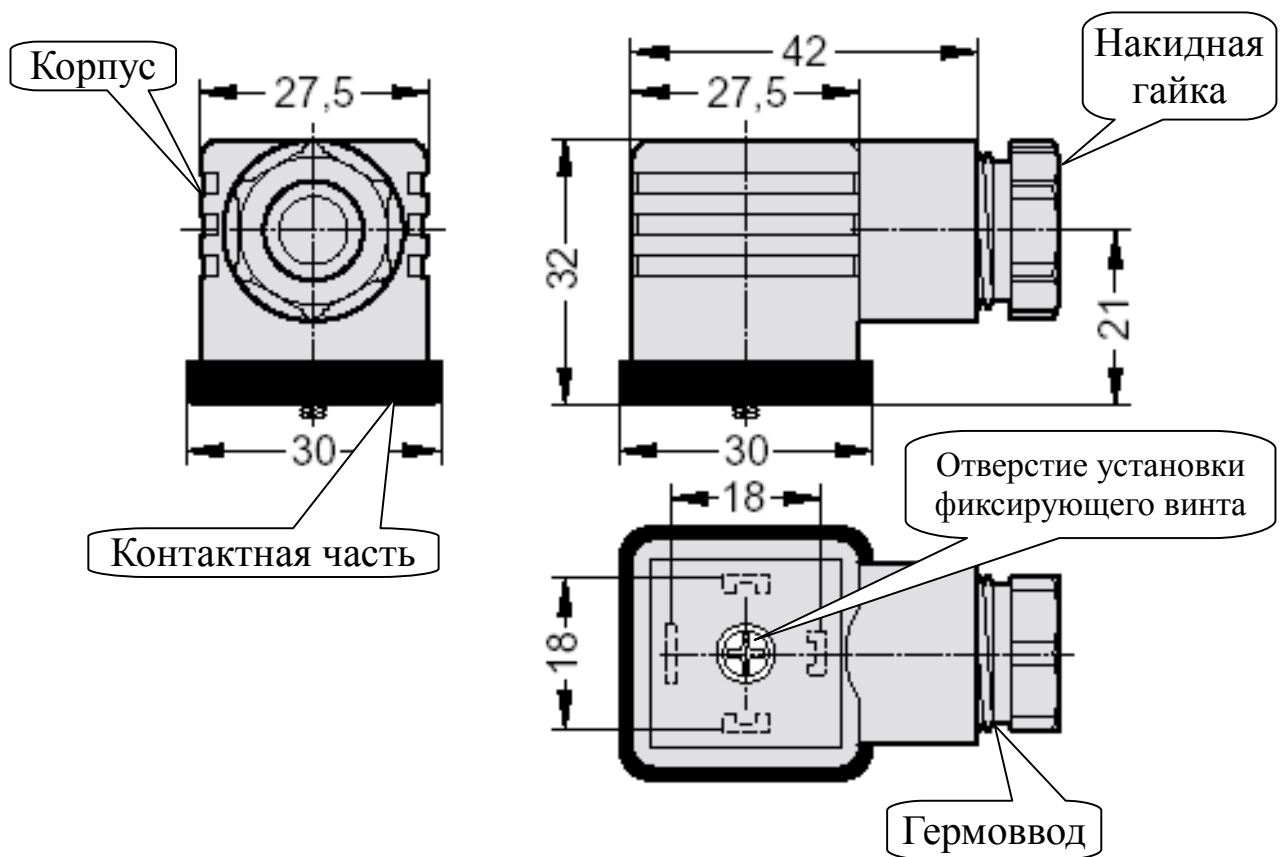
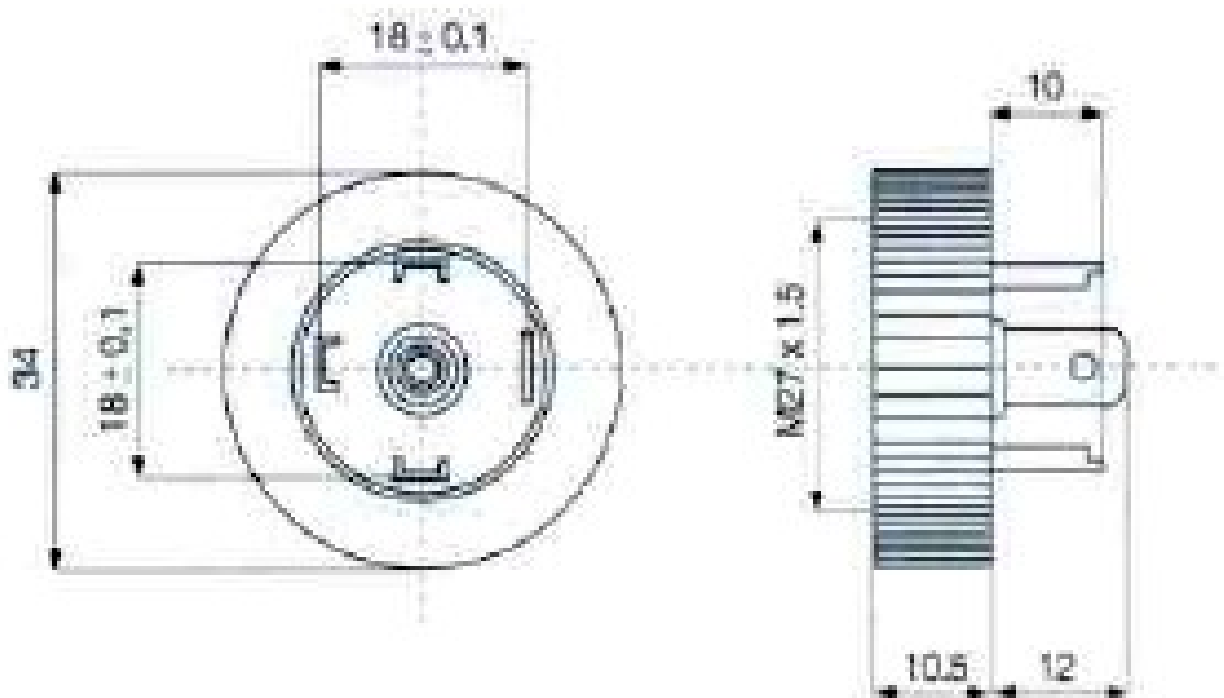

Рисунок 3 - Герморазъём DIN 43650, форма А
Рисунок 4 - База для герморазъёма DIN 43650, форма А круглая
- Отвернуть и вынуть фиксирующий винт герморазъёма (Рисунок 3). Снять герморазъём с базы (Рисунок 4) и выдвинуть его контактную часть, толкая хвостовик в отверстия установки фиксирующего винта.